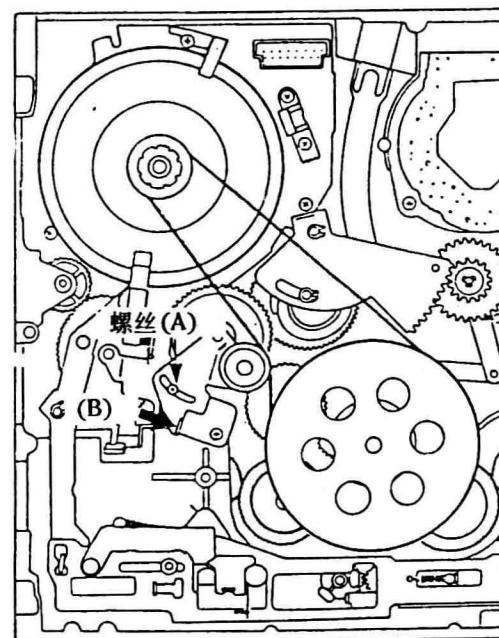

图33
- ①如图33所示，轻轻地用螺丝刀松开螺丝(A)；
- ②将扇形张力测量仪安装在箭头(B)所指的位置；
- ③当扇形张力测量仪读数为 40 ± 5 g时，拧紧螺丝(A)。